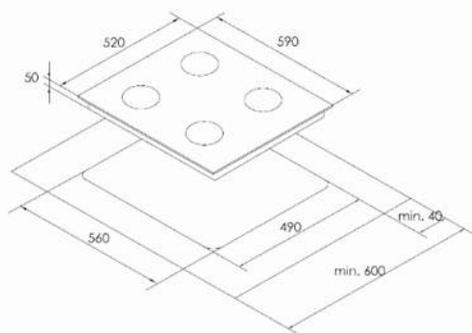

Рис. 2
- ❖ Конструкция плиты позволяет встраивать ее в столешницы, которые имеются в продаже. Между плитой и стенами кухни, и другой мебелью должно быть оставлено безопасное расстояние. Пожалуйста, выполните монтаж прибора с учетом указанных размеров. (См. рис. 2 и рис.3)